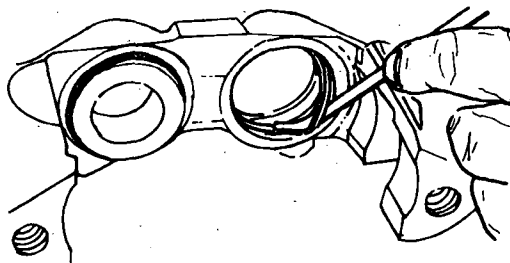

Fig. 5
- h Retire os vedadores dos êmbolos com uma ponta de fibra ou metal macio (fig. 5).